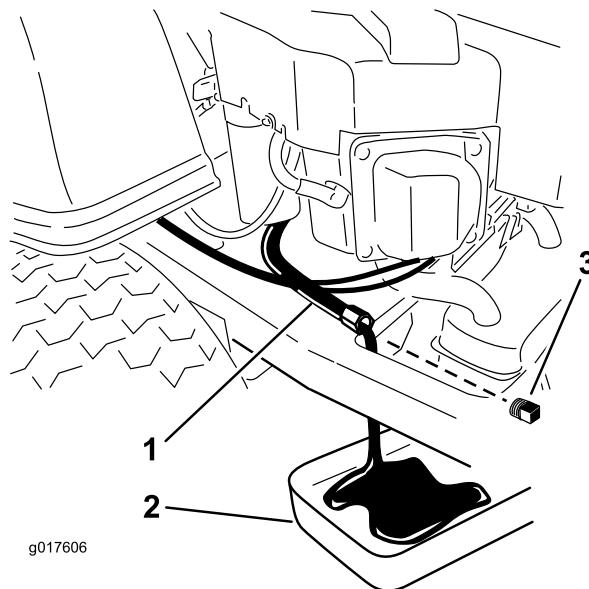

Figure 29
- Trouvez l'emplacement du flexible de vidange d'huile du côté gauche du moteur. Le bouchon de vidange est fixé à un flexible de vidange (Figure 29). Nettoyez autour du bouchon et du flexible de vidange d'huile.
- Placez un bac de vidange sous la machine, juste sous le flexible de vidange, comme illustré à la Figure 29.
6. À l'aide de deux clés (l'une pour tenir le flexible de vidange d'huile et l'autre pour desserrer le bouchon), retirez le bouchon de vidange d'huile (Figure 29).
12. Lorsque la vidange est terminée, replacez le bouchon de vidange. Serrez le bouchon à 14 Nm (125 po-lb). Essuyez l'excédent d'huile (Figure 29).